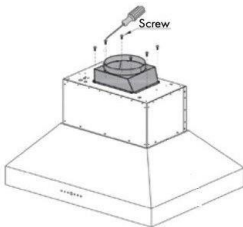

Figure 1.
1. Fixez l'adaptateur de sortie d'air et le conduit sur la hotte avec les vis fournies (\varnothing 6" pour 30", \varnothing 10" pour 36", 48" et 60"). *Figure 1* **NOTE : L'adaptateur de sortie d'air du FRHIS5129-30 est préinstallé sur l'unité.**